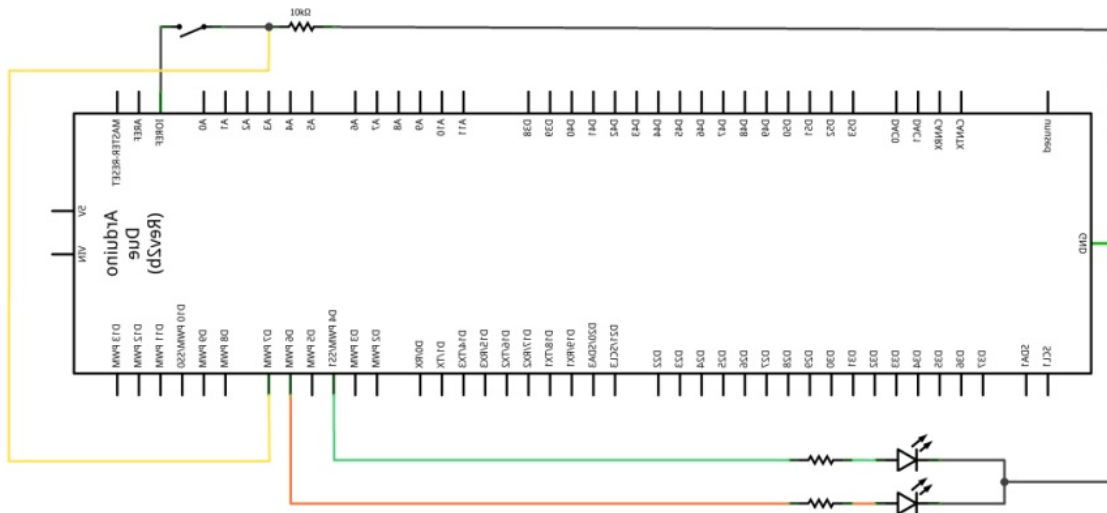

Figura 2.19. Diagrama de conexiones para la práctica #11.
- Implementar el diagrama de conexiones mostrado en la figura 2.19.